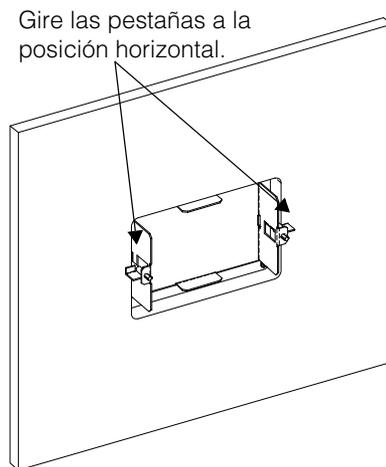

Figura 2-5 Fijación de la placa de montaje
4. Fije la placa de montaje. Para ello, apriete los dos tornillos para girar las lengüetas y colocarlas en posición horizontal (consulte la Figura 2-5) y empuje las lengüetas hacia la parte interna de la pared. Tenga cuidado de no apretar en exceso los tornillos y dañar la pared.